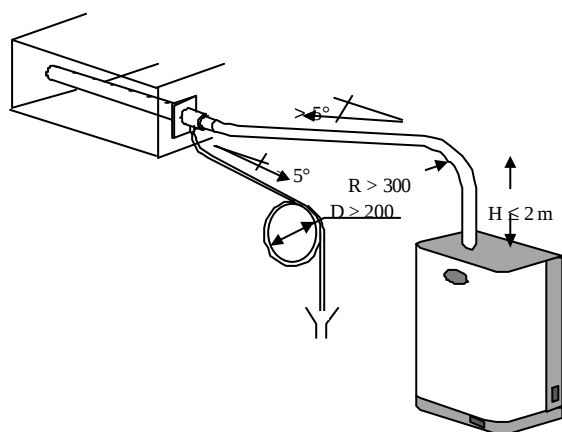

Fig. 4.6.2
1. salita verso l'alto con un tratto verticale lungo almeno 300 mm seguito da una curva con raggio minimo di 300 mm ed infine un tratto discendente con pendenza costante non inferiore a 5° (vedi Fig. 4.6.2);
L'estremità del tubo della condensa può essere portata alla tubazione di drenaggio più vicina con una pendenza minima di 5° per favorire un corretto scarico (vedi Fig.4.6.2).